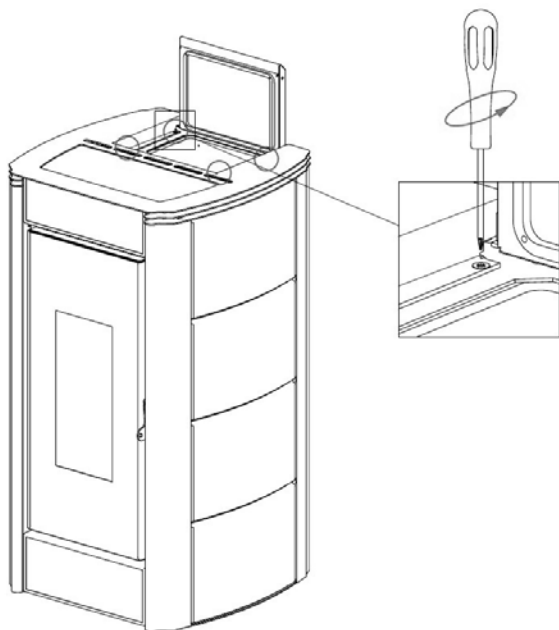

Fig. 39 - Retrait des vis
- Retirer le couvercle : dévisser les 4 vis supérieures (voir **Fig. 39**).